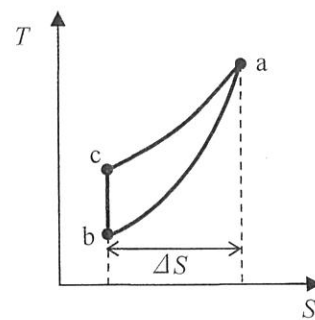

図2 T - S 線図
- 問1 図2の T - S (温度-エントロピー) 線図にこのサイクルの過程が示されている。図1の状態1~3に対応する図2上の状態をa~cで答えなさい。 例 1:a, 2:b, 3:c
- 問5 図2中のエントロピー差 ΔS [J/K]について p_1, V_1, T_1 を用いて示しなさい。